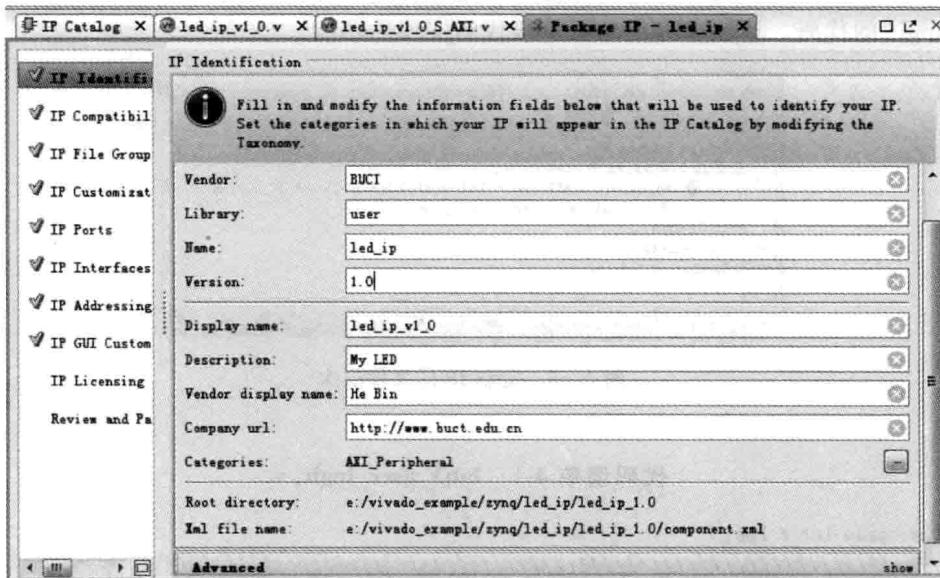
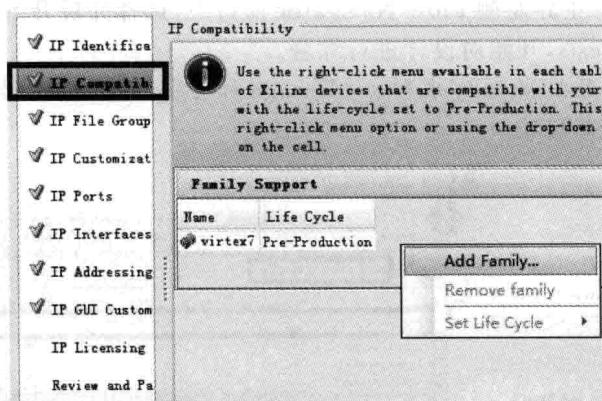

图 4.67 定制 IP 管理窗口
图 4.68 修改 IP 兼容性窗口
- (1) 在 Vivado 主界面左侧的 Flow Navigator 窗口下，找到并展开 Project Manager，在展开项中，找到并单击 Package IP。
- (2) 如图 4.67 所示，出现 Package IP-led\_ip 对话框界面。
(3) 如图 4.67 所示,单击该界面左侧的 IP Compatibility。如图 4.68 所示,出现 Family Support 界面。该界面中,只有 Virtex7。可以增加其他可以支持的器件。单击右键,出现浮动菜单。在该浮动菜单内,选择 Add Family... 选项。